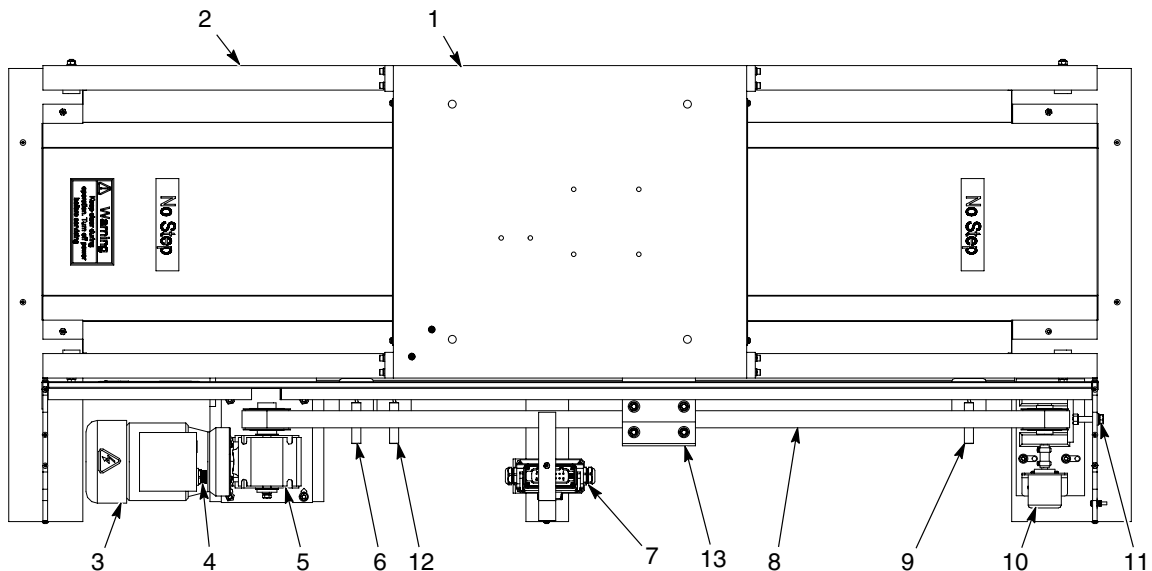

Abb. 2 Komponenten des Positionierers
Siehe Abbildung 2. Ein vertikales Oszillationshubwerk, Pistolenhubwerk oder fester Pistolenständer ist direkt mit dem Wagen (1) verschraubt. Der Wagen ist am Riemen (8) angebracht. Motor (3) und Untersetzungsgetriebe (5) treiben den Riemen, der die Sprühpistolen in die Kabine und heraus bewegt. Der Riemen läuft um die Laufrollen an den Enden des Positionierers.
Den Sensor rechts vom hinteren Sensor (Abb. 2, Pos. 12) montieren und das Kabel durch den Sensormontagekanal zum Sensor-/Drehimpulsgeberstecker (Abb. 2, Pos. 7) verlegen. Der Abstand zwischen Sensor und Sensorplatte (Abb. 2, Pos. 13) sollte etwa 3 mm betragen.